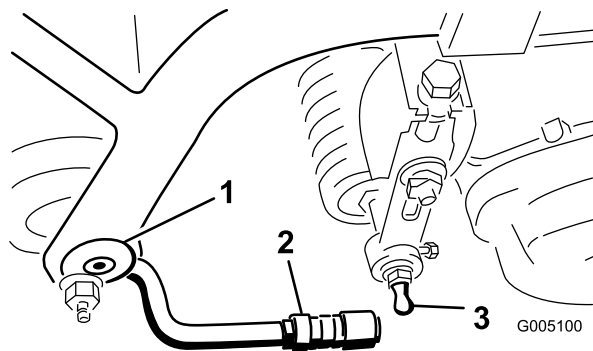

Figura 11
2. Coloque um tampão esférico em cada uma das extremidades do cilindro dianteiro das unidades de corte (Figura 11).
4. Faça deslizar a manga para a junta esférica e rode o braço de apoio para baixo até que o suporte encaixe no tampão esférico. Liberte a manga, fazendo-a deslizar para o engate, bloqueando desta forma a estrutura (Figura 11).